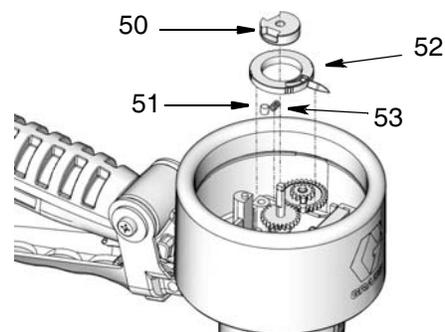

FIG. 16
4. Utilice una llave hexagonal para retirar el tornillo de fijación del tapón. Retire el tapón (50), la clavija (51), el muelle (53), y el puntero inferior (52) (FIG. 16).